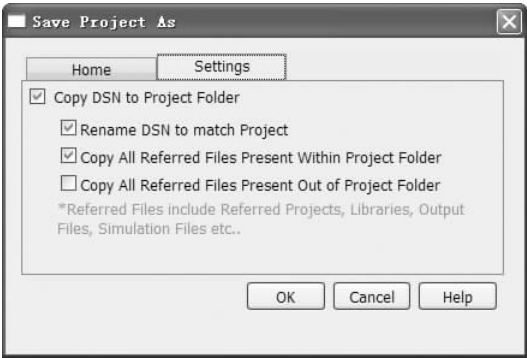

图 3-5 “Setting（设置）”选项卡
(3) 单击“Setting（设置）”选项卡，显示如图 3-5 所示的对话框。